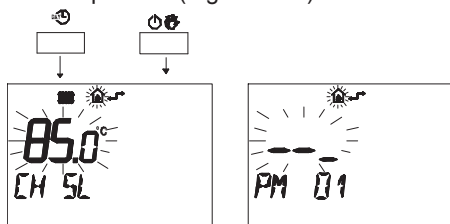

Figura 5.56
- Premere contemporaneamente i pulsanti e per entrare nella programmazione trasparente (Figura 5.56).